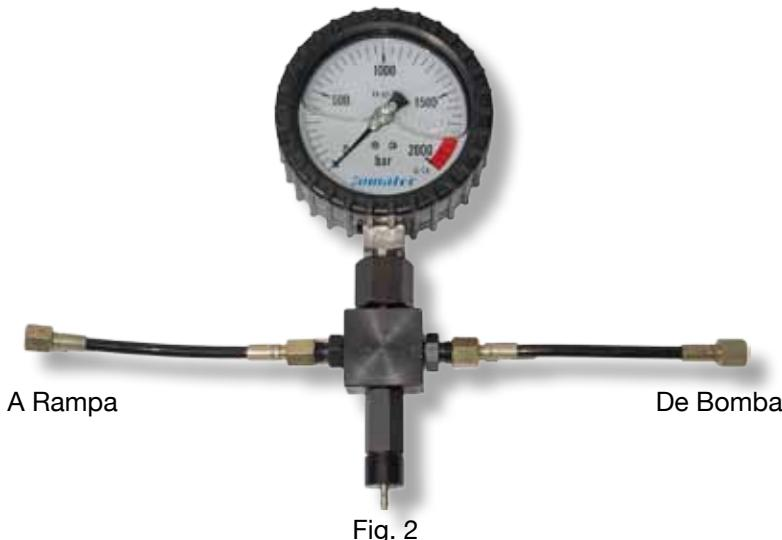

Fig. 2
- A entrada de partículas no sistema de injecção e ligue o "T" e o manómetro às mangueiras flexíveis conforme se apresenta na Fig. 2.